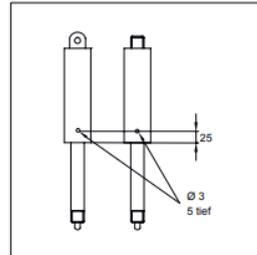

Bild 3 - Absolut starr blockierbare
3) 绝对坚固的可锁定空气弹簧（X 型）：如图 3 所示，必须在距离导轨约 25 毫米处开/钻孔，否则油可能会从开出的孔中突然溢出。